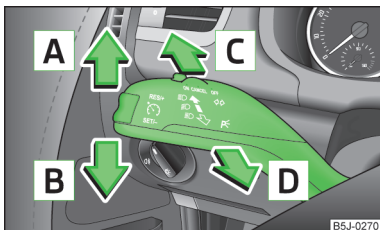

Fig. 40
- Trageți maneta de semnalizare » fig. 40 la pagina 59 înspre volan, împingeți-o în același timp în jos, și mențineți-o în această poziție.
- Trageți maneta de semnalizare » fig. 40 la pagina 59 înspre volan, împingeți-o în același timp în sus, și mențineți-o în această poziție.
Pozițiile manetei de operare » fig. 40.
- Apăsați maneta de operare » fig. 40 la pagina 59 în sus, respectiv în jos - se aprinde lampa de poziție de pe partea dreaptă, respectiv stângă a autovehiculului.